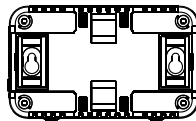
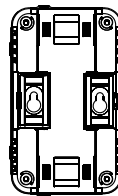

Рис. 5
Рис. 6
2. Установите крепежные вставки задвинув их до упора в пазы с тыльной стороны прибора. При горизонтальном расположении прибора, рис. 5, вставки устанавливаются в пазы на узкой стороне корпуса; при вертикальном расположении, рис. 6, в пазы на широкой стороне корпуса. **Обратите внимание на ориентацию отверстий под саморезы.**